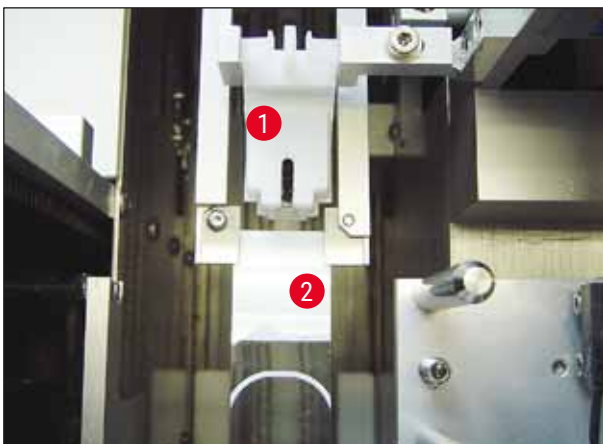

Fig. 24
1. Por último, asegurarse de que la pinza (→ Fig. 24-1) no choque con el elemento de limpieza de la aguja dispensadora (→ Fig. 24) al desplazarse esta o el portaobjetos transportado (→ Fig. 24-2).